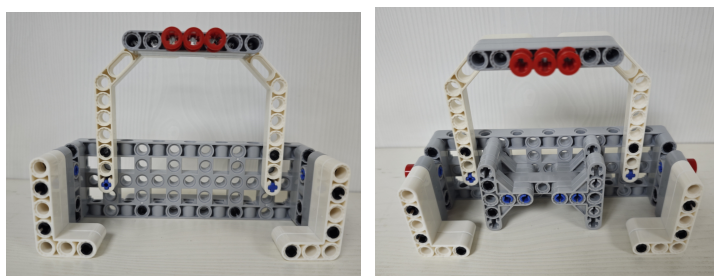

图4 “能源设备”模型，“新能源材料”放置于“智能设备”凹槽内示意图
4.1.3 “新能源材料”模型送至“智能设备”所在的固定拼装块内，记 10 分；若该“新能源材料”模型垂直投影完全放置在“智能设备”的凹槽内，加记 50 分；如图 4 所示。